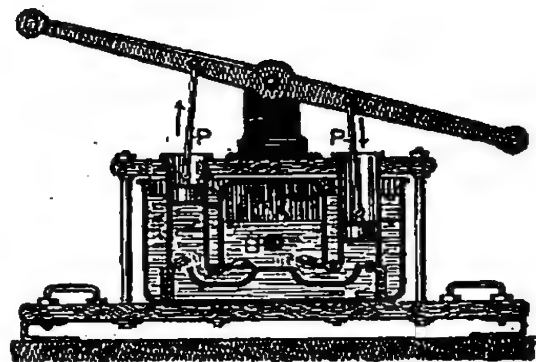

Fig. 106. — Pompe à incendie.
**La pompe à incendie est une double pompe foulante (fig. 106).** — Deux corps de pompe plongent dans un récipient plein d'eau; les deux tiges des pistons P, P, fixées à un levier horizontal, s'élèvent et s'abaissent alternativement, et refoulent l'eau dans le réservoir A, où elle comprime l'air. L'eau passe ensuite d'une façon régulière par l'ouverture B dans un tuyau terminé par une lance, et cela avec d'autant plus de force que la pression de l'air dans le réservoir A est plus grande.